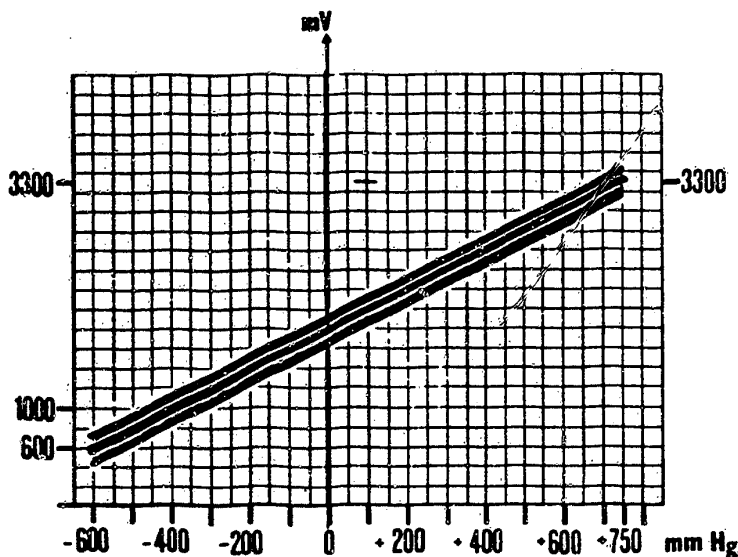

Bild 47 Am Steuergerät der Microplex-Zündanlage (Klemme 23) anliegende Spannung bei entsprechendem Unter- bzw. Überdruck.
- 9 Der **Druck-Unterdrucksensor im Steuergerät** lässt sich anhand der Tabelle in Bild 47 überprüfen. Die Spannung muss beim entsprechenden Druck an Klemme 23 des Steuergerätes anliegen.